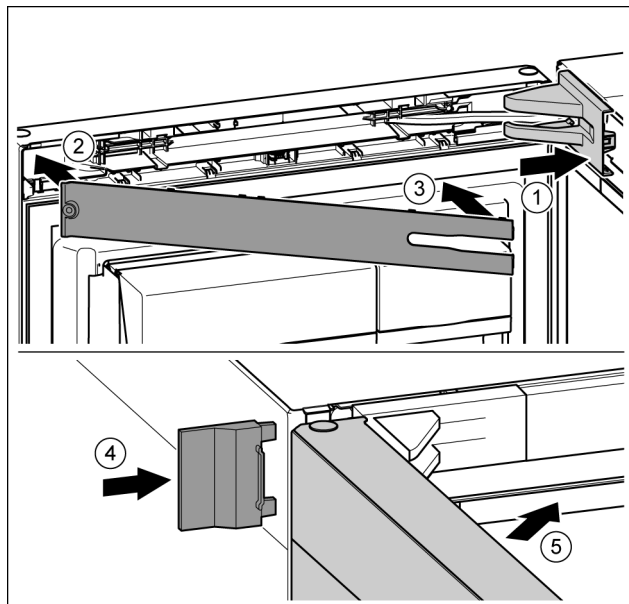

Fig. 50
- ▶ Namestite pokrov in ga zataknite, po potrebi ga previdno potisnite narazen. Fig. 50 (1)
- ▶ Namestite zaslonko. Fig. 50 (2)
- ▶ Obrnite zaslonko navznoter in jo zataknite. Fig. 50 (3)
- ▶ Potisnite zunanji pokrov gor. Fig. 50 (4)
- ▶ Zaprite zgornja vrata. Fig. 50 (5)